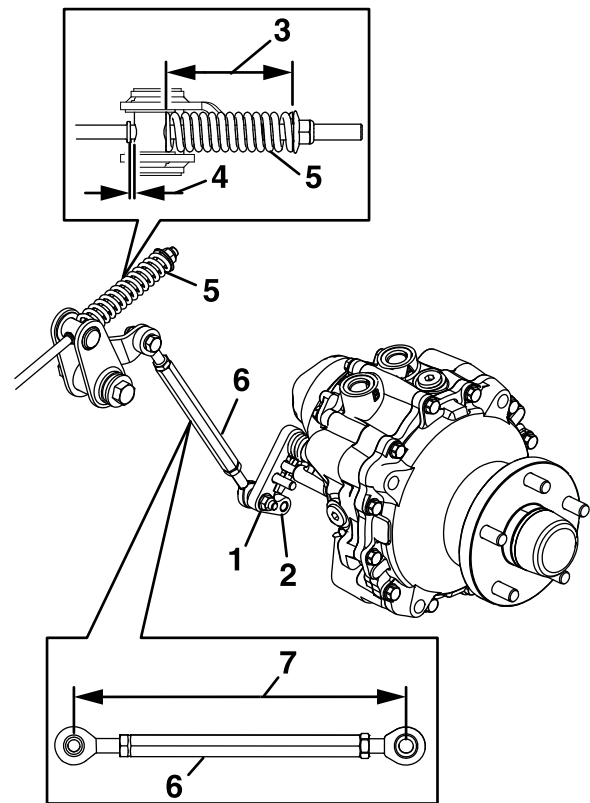

Figura 54
7. Mida la longitud del conjunto de enganche (Figura 54).
8. Mida la longitud del muelle (Figura 54).